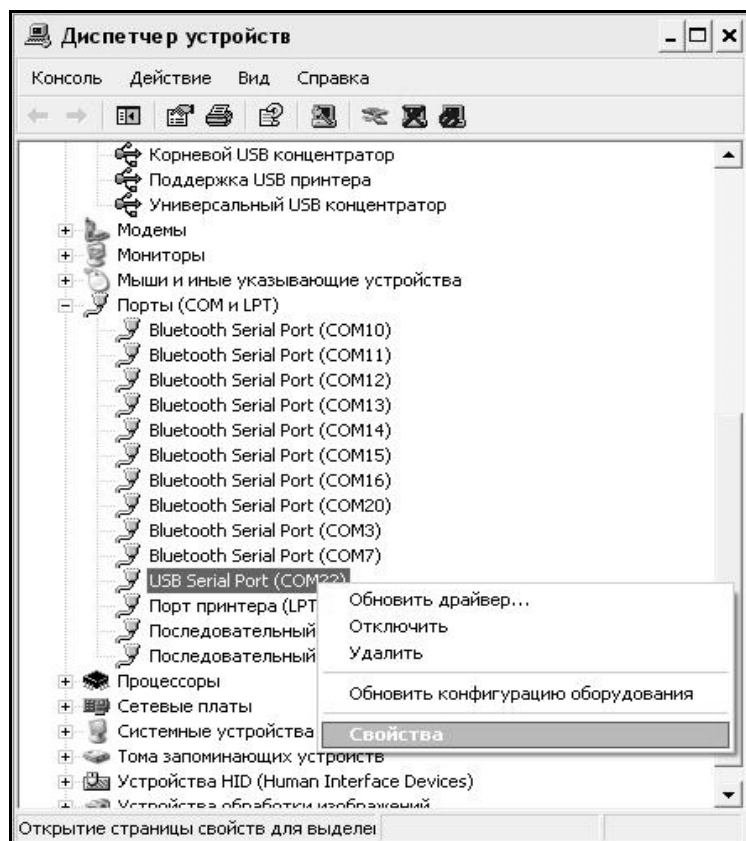
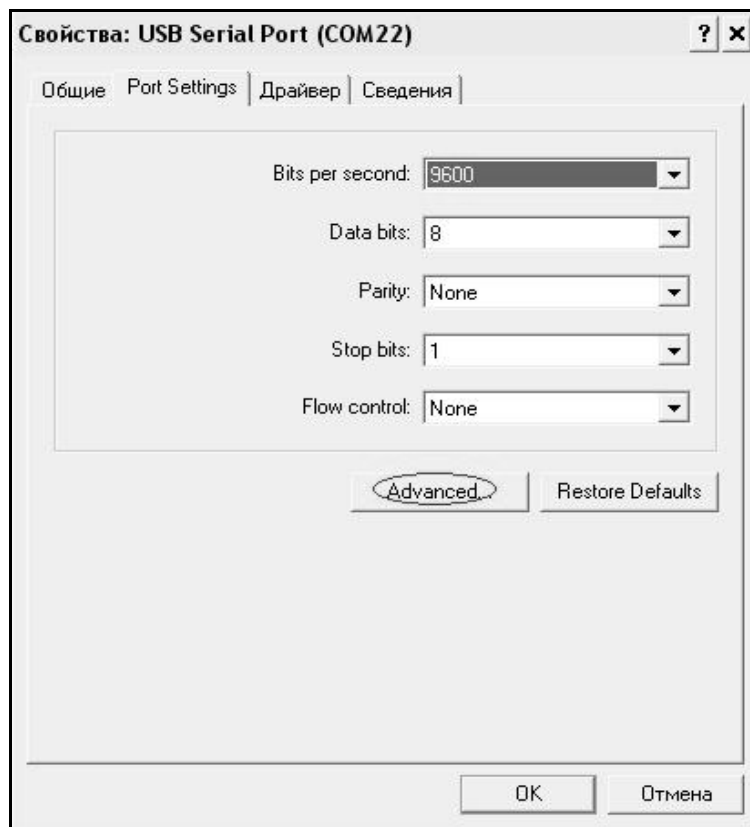

Рисунок 9 - Окно диспетчера устройств
Рисунок 10 - Окно свойств USB-порта
- найти строку «USB Serial Port (COM №)», в скобках указан номер COM-порта, если номер в скобках «1», то настройка завершена и ничего менять не нужно, если номер не «1», то необходимо вызвать окно свойств «USB Serial Port (COM №)» (правой клавишей мыши щелкнуть по строке USB Serial Port (COM №) и выбрать пункт меню «Свойства») (см. рис. 9), перейти на вкладку «Параметры Порта», нажать кнопку «Дополнительно» (см. рис. 10) и в выпадающем списке «Номер Com-порта» выбрать «COM 1» (см. рис 11), нажать кнопку «ОК».